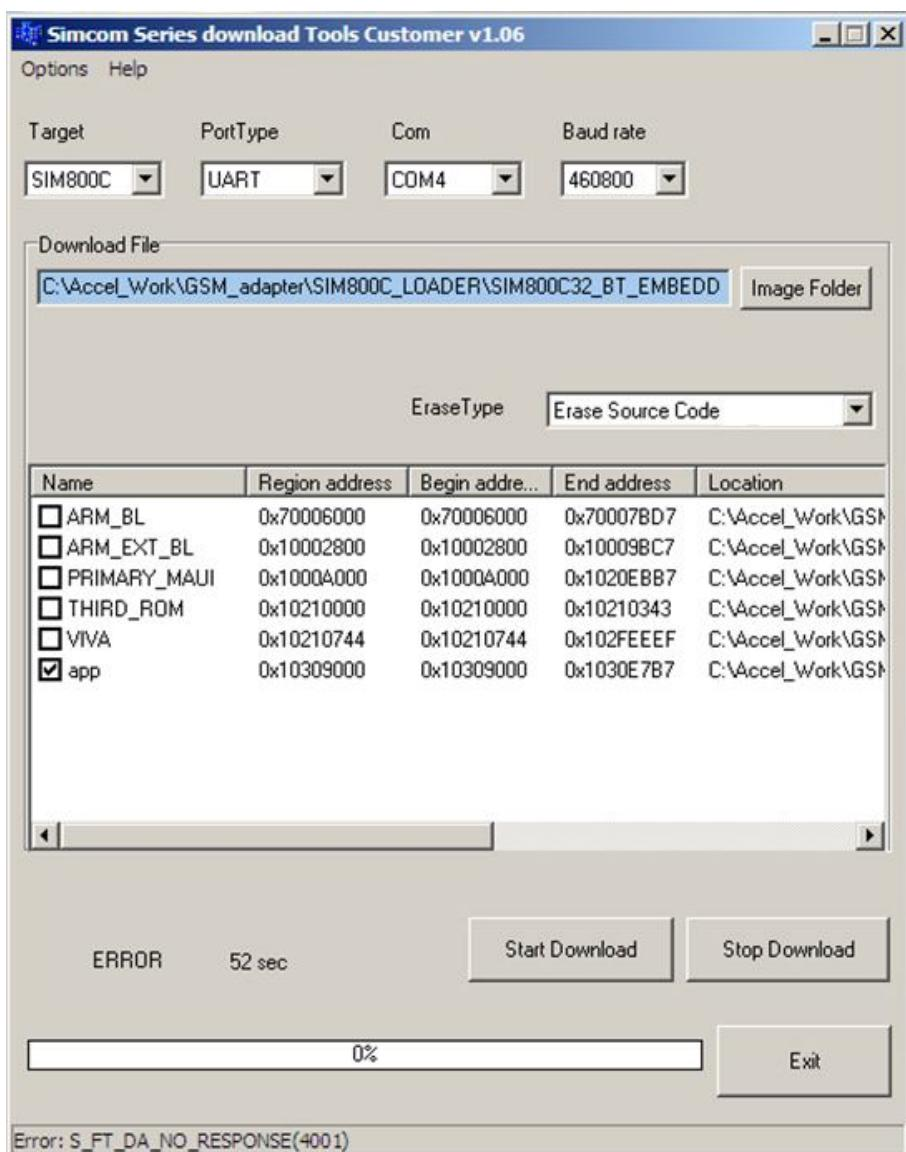

Рисунок 5. Окно программы «Simcom_Series_download_Tools_Customer.exe».
8.3 Изменение прошивки Адаптера выполняется с помощью утилиты «Simcom_Series_download_Tools_Customer.exe» (Рисунок 5) и кабеля АИДВ.625.621.046-01. Программирование можно выполнить с компьютера, на котором установлен драйвер FTDI.